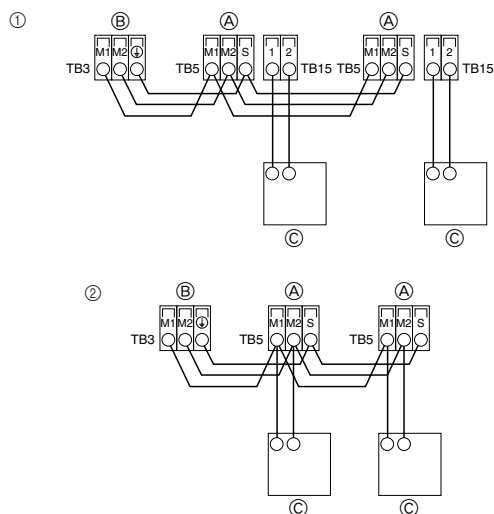

Fig. 6-2
6.2. Anschluß der Fernbedienungs-, Innen- und Außenübertragungskabel (Fig. 6-2)